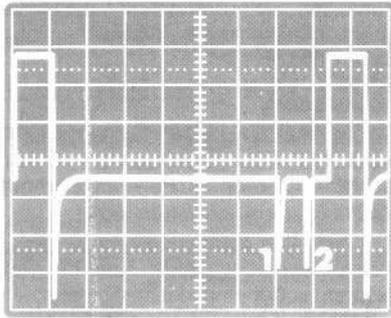

Abb. 3
Im Oszillogramm Abb. 3 soll die Zeitdifferenz zwischen den Impulsen 1 und 2 gemessen werden. Dies ist nach 2 verschiedenen Methoden mit unterschiedlicher Genauigkeit möglich.
Der Abstand der beiden Impulse aus Abb. 3 beträgt ca. 0,7 cm. Daraus ergibt sich eine Zeitdifferenz von $0,7 \text{ cm} \cdot 1 \text{ ms/cm} = 0,7 \text{ ms}$
- Zeitablenkung ③ Hauptzeitbasis 1 ms/cm
- Zeitablenkschalter ④ verz. Kipp 0,1 ms/cm
- Schalter ⑤ Stellung »B INT'D«
- Schalter ⑥ Stellung »FREE RUN«
- Potent. DELAY ⑦ so einstellen, daß Imp. 1 und Imp. 2 in Abb. 3 aufgehellt erscheinen